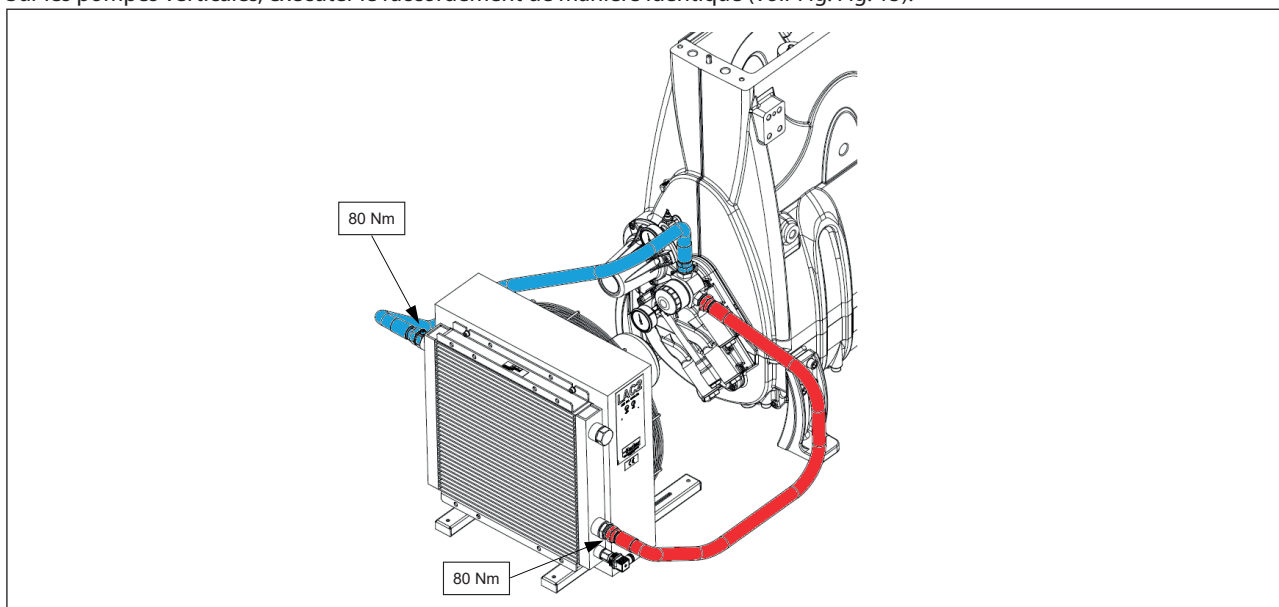

Fig. 15
2. Raccorder le premier tuyau par le biais du coude à 90° au raccord positionné à l'entrée de l'échangeur situé sur le côté, en bas de celui-ci (voir Fig. 15). Serrer au couple de 80 Nm.